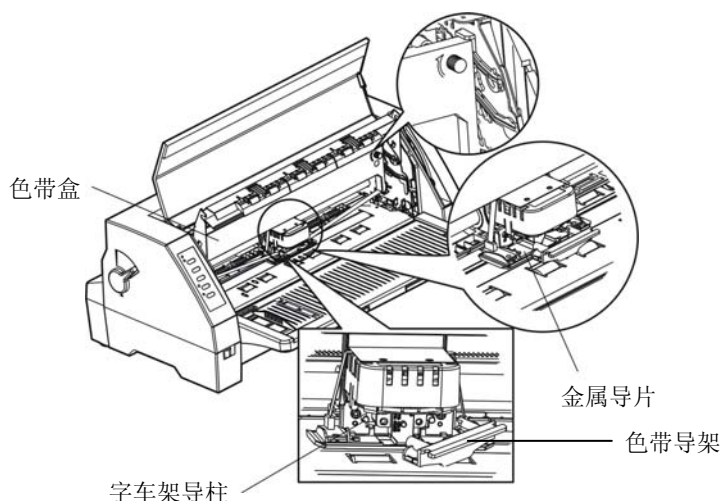

图 2-8 安装色带盒
7. 抓住色带盒的两边，如图 2-8 所示，使色带盒两边的卡扣对准打印机两侧的安装槽，稍用力向前推进，直到完全卡到位。然后将色带导架上的两个圆孔对准字车架上的两个导柱，按压到位。